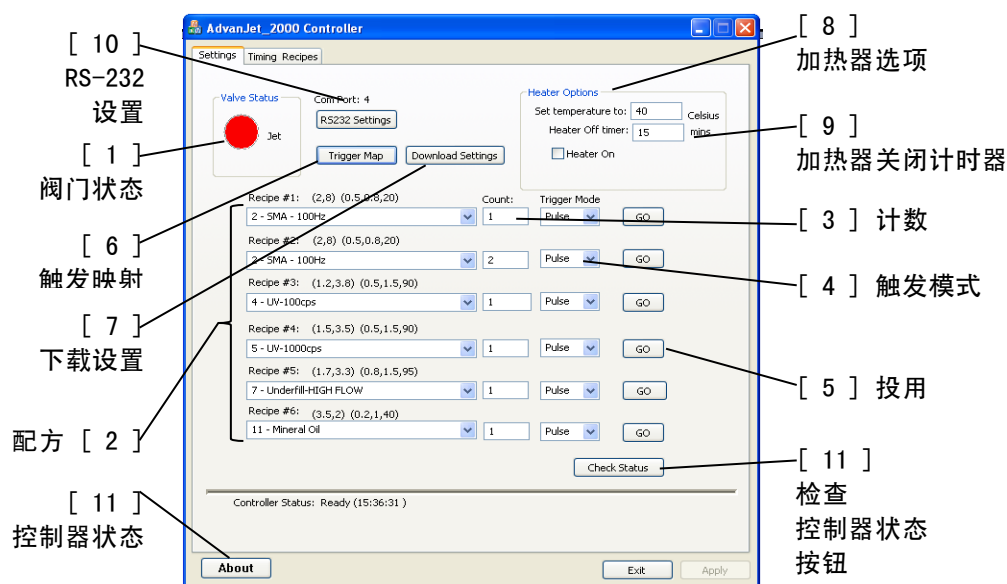

图 5-1: Advanjet 软件设置菜单
本节内容为对 Advanjet 软件设置菜单第 1 -11 项功能的说明，图 5-1 如上页图片所示。
- 3. 计数：**计数一项表示的是相应配方中的滴数。例如，若要在配方 #1 SMA 100Hz 中点胶一滴(如图 5-1 中所示)，则在计数一项处填入 1。如要点胶多滴，则应填入大于一的数字，如配方 #2 所示。